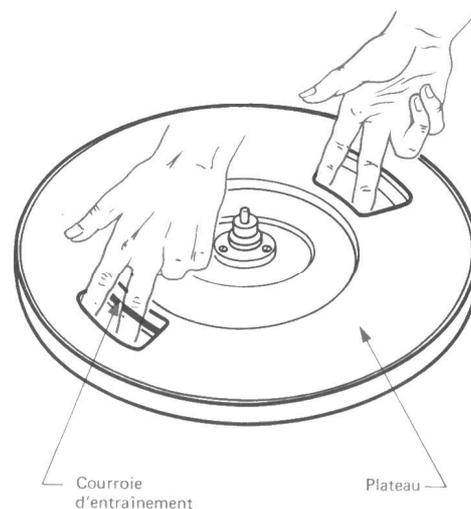

Fig. 2
- Le bras étant sur son support, le levier d'arrêt automatique (17) (Fig. 2) actionné par la came (36A), agit sur le levier de commande (7A) qui déverrouille la commande d'interrupteur (4A).
- 1o - Placer la courroie d'entraînement autour du plateau et la maintenir sur celui-ci comme indiqué à la Fig. 2.
- 4o - Tourner manuellement le plateau pour que la courroie d'entraînement se place correctement en fonction de la vitesse sélectionnée par le sélecteur de vitesses (26).
- 3° - Retirer la came plastique (48) et le bouton de commande (26) (Fig. 2).
- 4° - Enlever l'axe de levier de changement de vitesse (32) (Fig. 2).
- 5° - Retirer le levier de changement de vitesse (31) (Fig. 2).
- 6° - Enlever l'anneau d'arrêt et la rondelle (48A) et le ressort de rappel (49).
- 7° - Retirer le levier de came (50) de son axe.